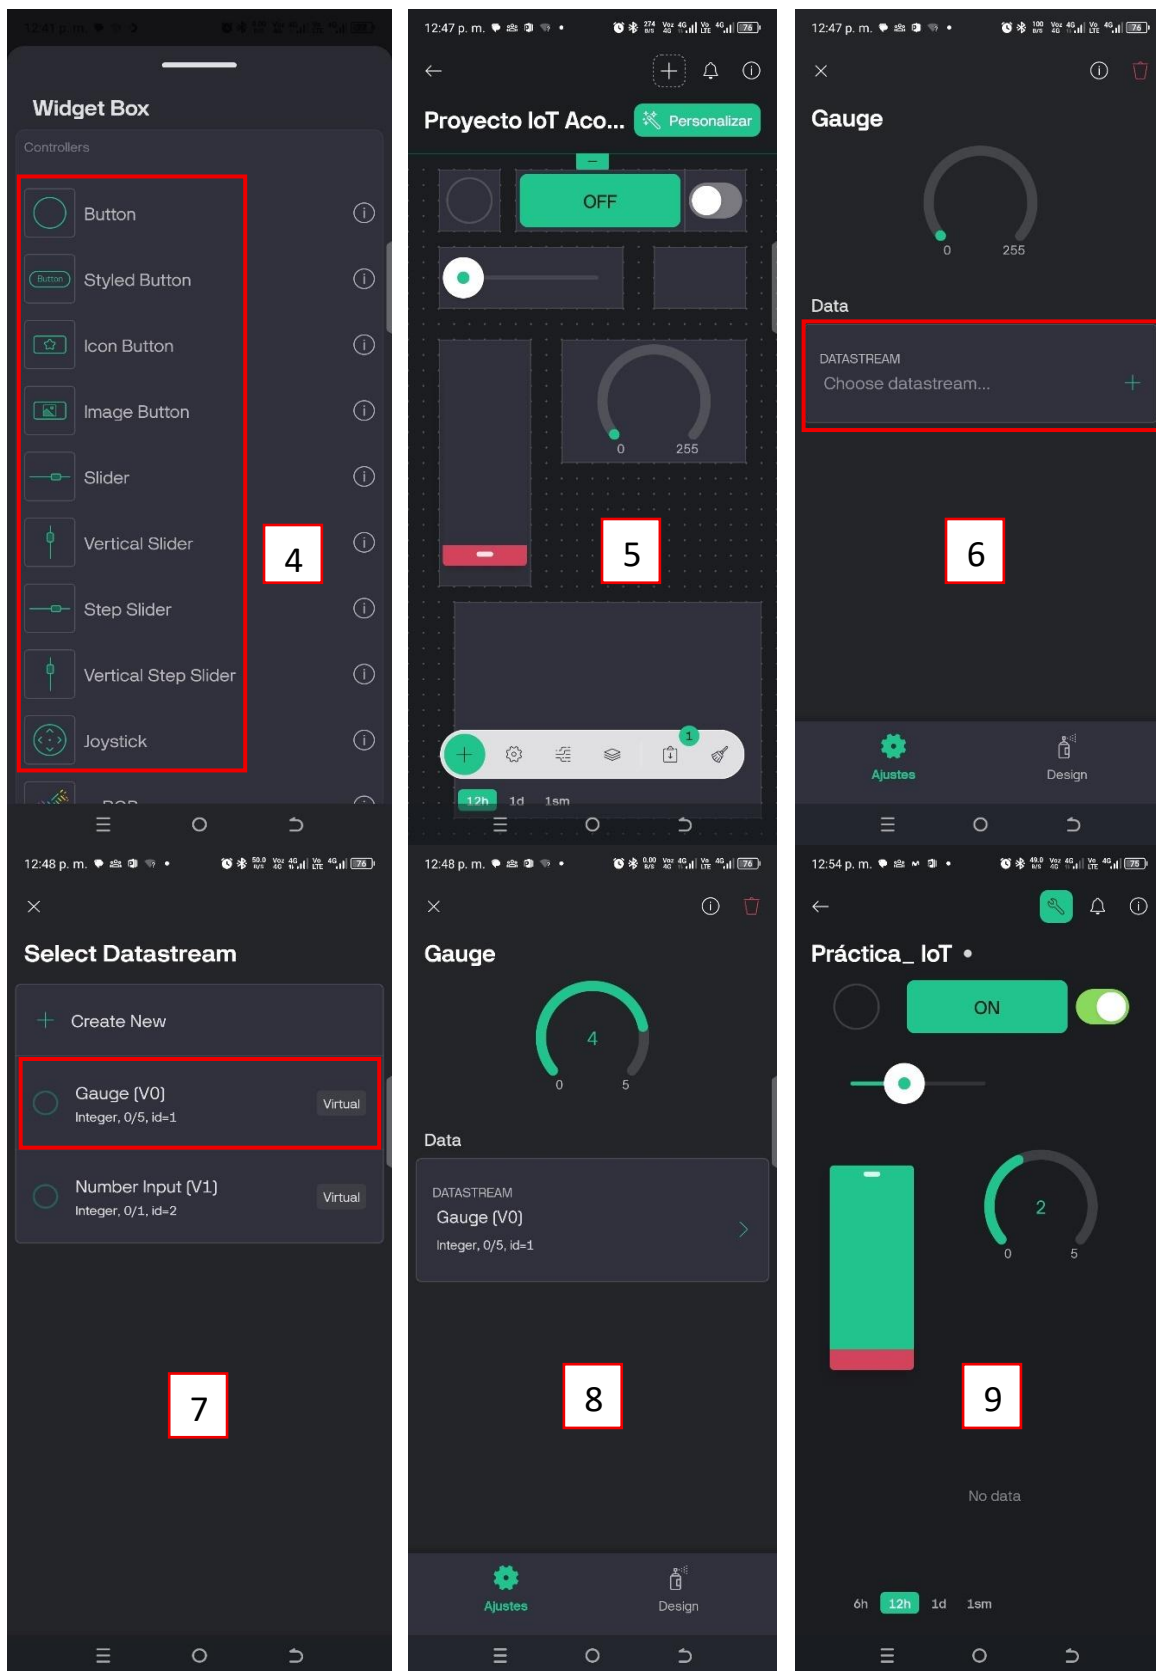

Figura 8.21. Secuencia de pasos para configurar la app IoT en Blynk
2. Una vez introducidas las credenciales de autenticación (usuario y contraseña) en la app, las cuales coinciden con las mismas credenciales de la plataforma web, aparecerá automáticamente tanto el *Template* como el *Device* anteriormente creado. En este momento solo tendrá que adicionar los *widgets* en el *dashboard* de la app y asociar cada instrumento de visualización con el pin virtual respectivo. La configuración se realiza de manera similar que en la plataforma web. Para más referencias remítase a los videos proporcionados en la sección de estudio previo y a la secuencia de figuras provista a en la figura 8.21: